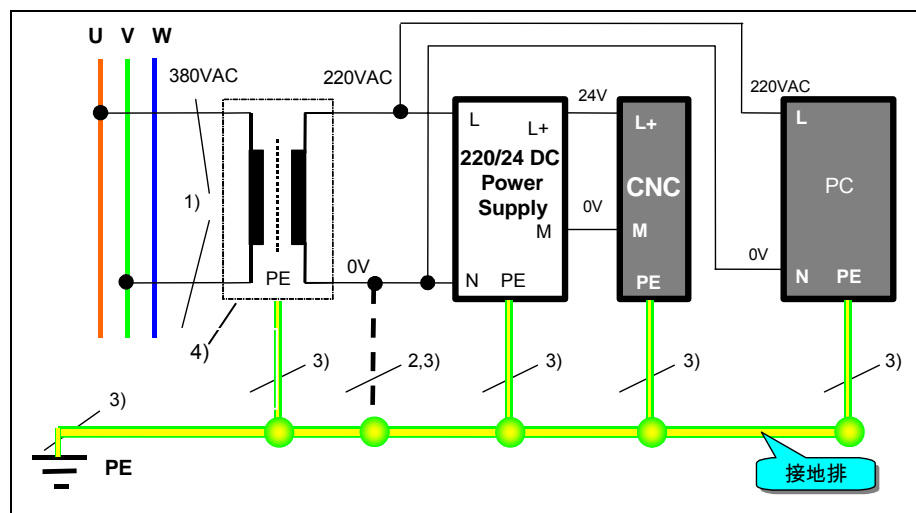

图 2-1 控制变压器
- 10) 现场没有良好接地的情况下，控制变压器必须为浮地设计，但此时任何与 CNC 控制器连接的外设(如 PC/PG)，其 220VAC 电源必须连接到控制变压器，参见图 2-1。
电柜中必须采用独立的控制变压器，给系统的 24VDC 供电。控制变压器接线如图 2-1 所示。